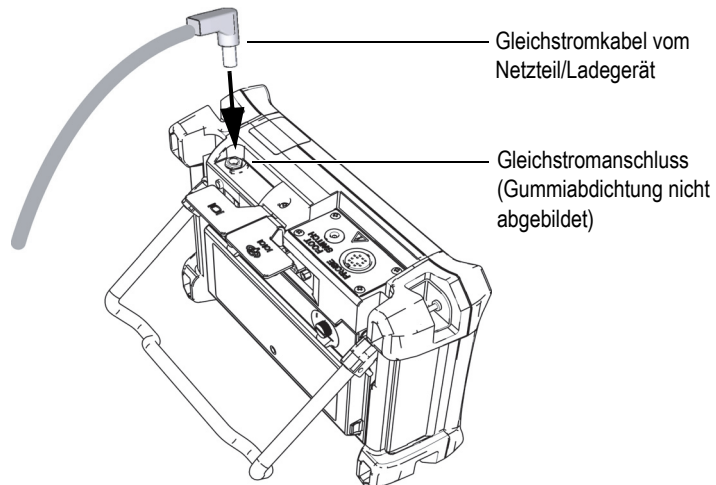

Abbildung 1-9 Gleichstromstecker anschließen
3. Stecken Sie das Gleichstromkabel des Netzteil/Ladegerät in die Gleichstrombuchse oben am Magna-Mike 8600 ein (siehe Abbildung 1-9 auf Seite 34).